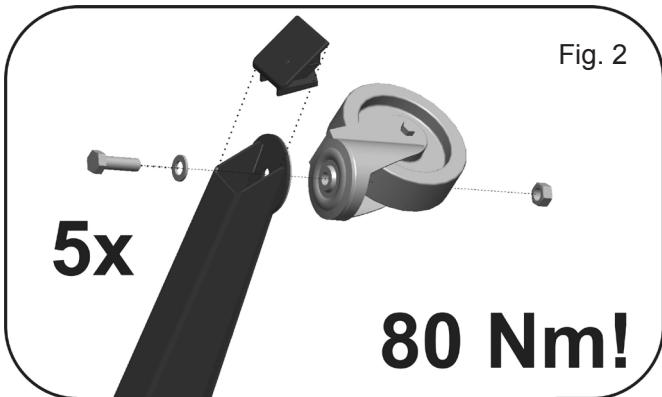

Fig. 2
3. Monter hjul på ben med skrue, møtrik og skive og spænd med 80 Nm (fig. 2).
3. Mount wheels on legs with screw, disc and nut and tighten to a torque setting of 80 Nm (fig. 2).